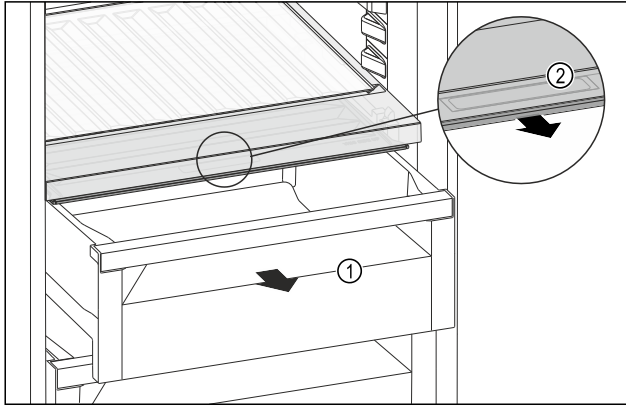

Fig. 183
- ▶ 拉出抽屉 Fig. 183 (1)。
- ▶ 抓住抽屉盖上的内嵌式拉手 Fig. 183 (2)，并同时向前拉出抽屉盖。